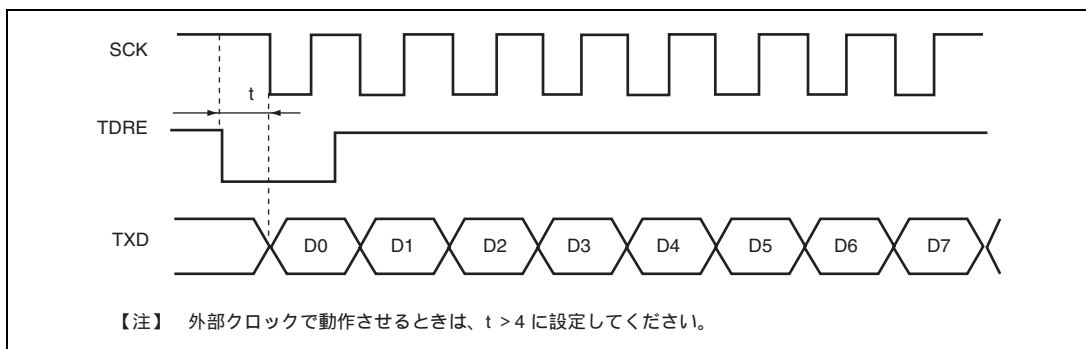

図 13.22 DTC による同期クロック転送例
- (1) 同期クロックに外部クロックソースを使用する場合、DTC による SCTDR の更新後、周辺動作クロックで 5 サイクル以上経過した後に外部クロックを入力してください。SCTDR の更新後 4 サイクル以内に送信クロックを入力すると誤動作することがあります (図 13.22 参照)。